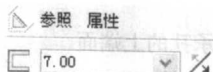

图 1-27 筋属性面板
(4) 在筋属性面板中输入肋板的厚度值为 7，如图 1-27 所示，单击  按钮。